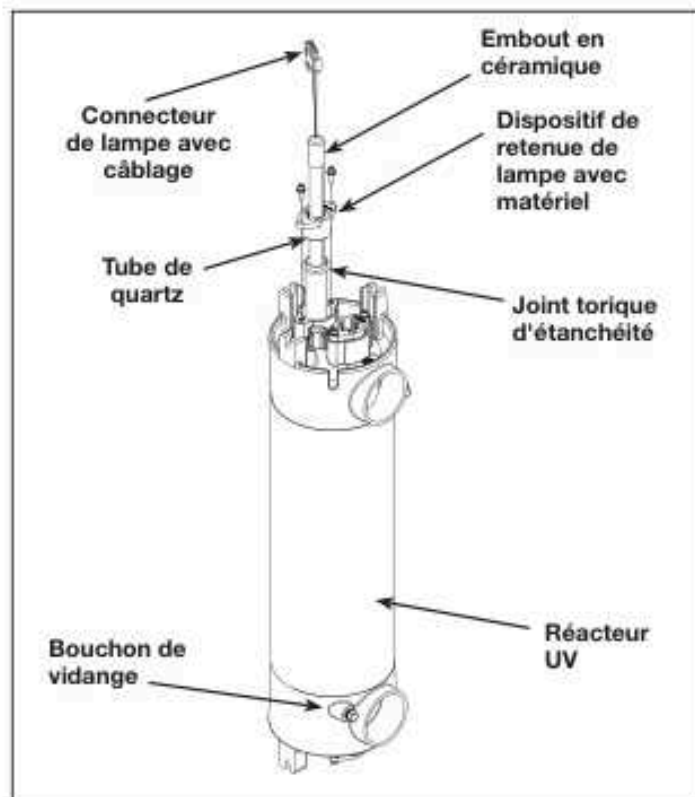

Figure 7. Sous-ensemble de réacteur UV
3. Avant de continuer, laisser suffisamment de temps aux tubes de quartz pour refroidir. Vidanger l'eau du réacteur UV en retirant le bouchon de vidange. Remplacer le bouchon une fois que l'eau a cessé de sortir du réacteur UV. Voir la Figure 7.
4. Saisir les fils de la lampe UV et tirer doucement jusqu'à ce que le haut de la lampe UV ait dépassé les languettes de retenue de la lampe. Voir la Figure 7.
6. Après avoir retiré les lampes, retirer les vis de retenue supérieures de la lampe à l'aide de la clé hexagonale incluse dans le sac de pièces. Placer les vis de retenue de la lampe, les rondelles et le dispositif de retenue de la lampe de côté dans un endroit sûr. Voir la Figure 7.
7. Saisir le tube de quartz par le haut du réacteur UV. Tirer pour le retirer du réacteur UV. Voir la Figure 7.
8. Retirer le joint torique d'étanchéité du haut du tube de quartz. Réserver dans un endroit sûr. Voir la Figure 7.